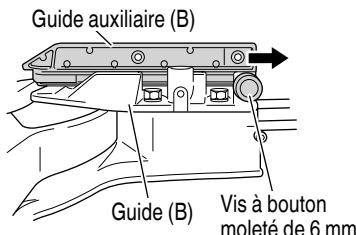

Fig. 20-b
Cet outil électrique est équipé d'un guide auxiliaire (B). Pour effectuer une coupe à angle direct ou une coupe à angle de biseau à droite, utiliser le guide auxiliaire (B). Ensuite, on pourra effectuer une coupe stable du matériau avec une large face de dépollue. En coupant à angle gauche, desserrer la vis à bouton moleté de 6 mm, puis faire glisser le guide auxiliaire (B) vers l'extérieur, comme indiqué sur la Fig. 20-b.